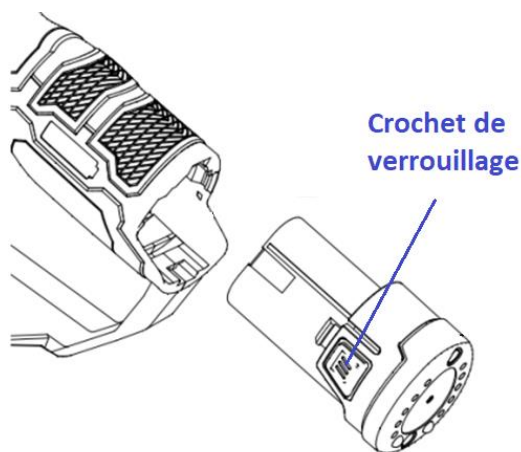

Fig. 3
Retrait et installation de la batterie (Fig. 3)
- Pour installer la batterie, alignez la batterie avec l'outil comme illustré à la Fig. 3, puis insérez-la dans le compartiment de la batterie jusqu'à ce qu'un déclic se fasse entendre.